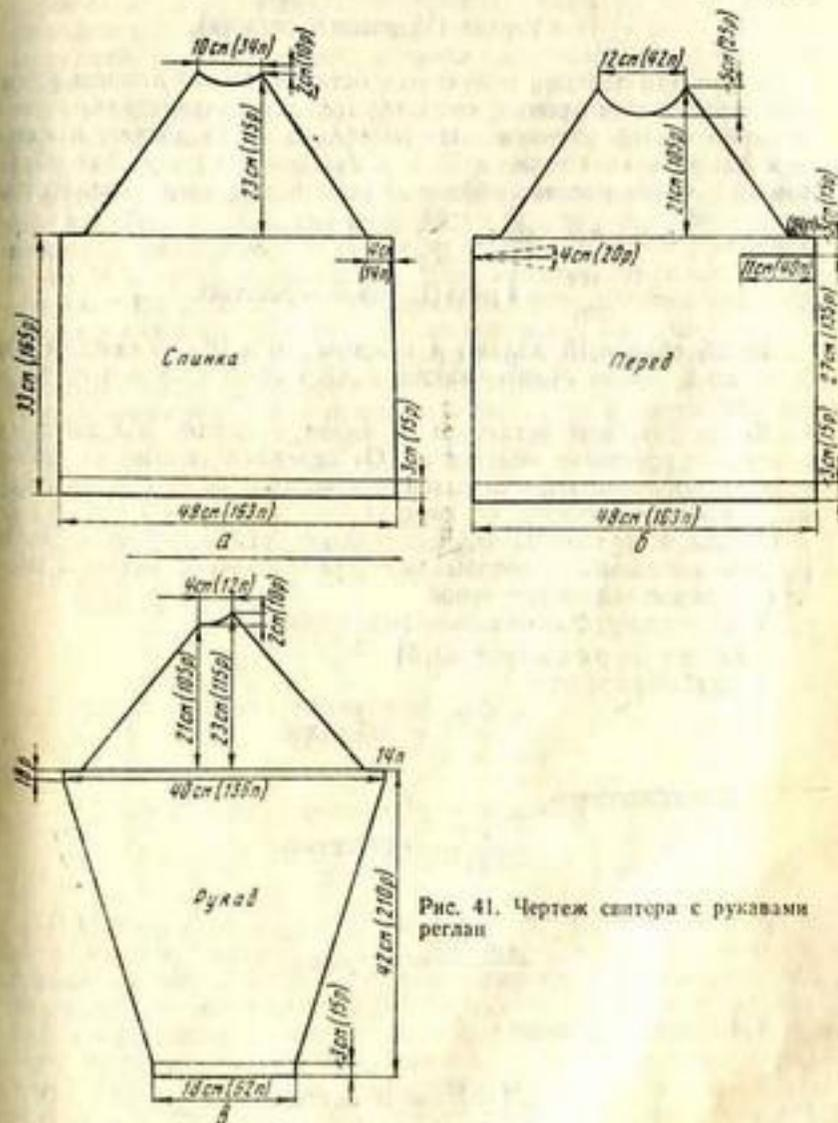

Рис. 41. Чертеж свитера с рукавами реглан
- Расчет спинки (рис. 41, а). Плотность на 5 см по вертикали — 17 петель, по горизонтали — 25 рядов.
Расчет переда (рис. 41, б).
Расчет рукава (рис. 41, в).